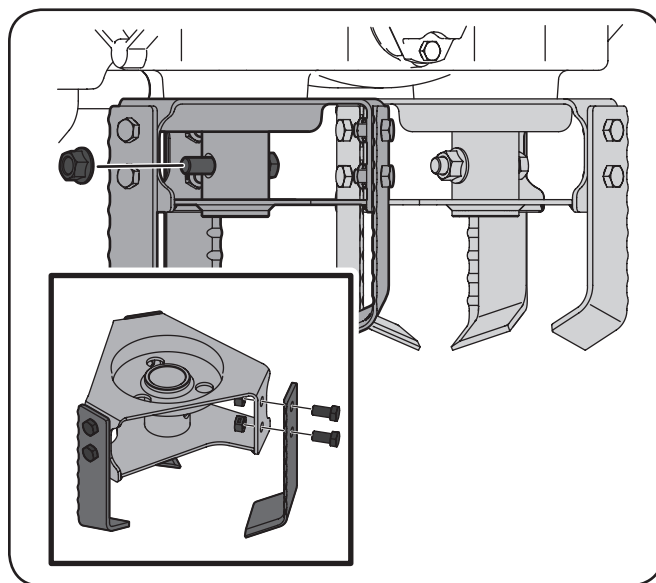

Figure 7-6
- Pour démonter un ensemble de dents, retirez le boulon hexagonal et l'écrou autobloquant à bride. Voir Figure 7-6. Retirez le boulon hexagonal et glissez l'ensemble hors de l'arbre des dents.
5. Installez l'ensemble de dents sur l'arbre approprié à l'aide du boulon hexagonal et de l'écrou autobloquant à bride. Voir Figure 7-6.